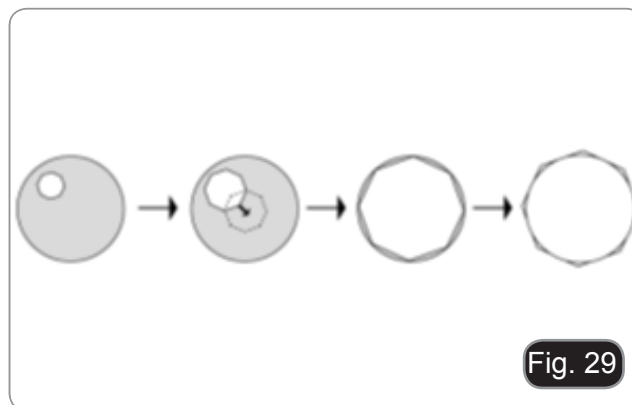

Fig. 29
4. Abra gradualmente el diafragma insertando la palanca ①. El diafragma está centrado cuando la imagen del diafragma es simétrica al campo de visión. (Fig. 29)